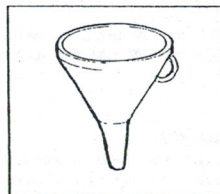

Fig. 2
- Imbuto in plastica (Fig. 2).
- Plastic funnel (Fig. 2).
- Entonnoir en plastique (fig. 2).
- Kunststoffrichter (Abb. 2).